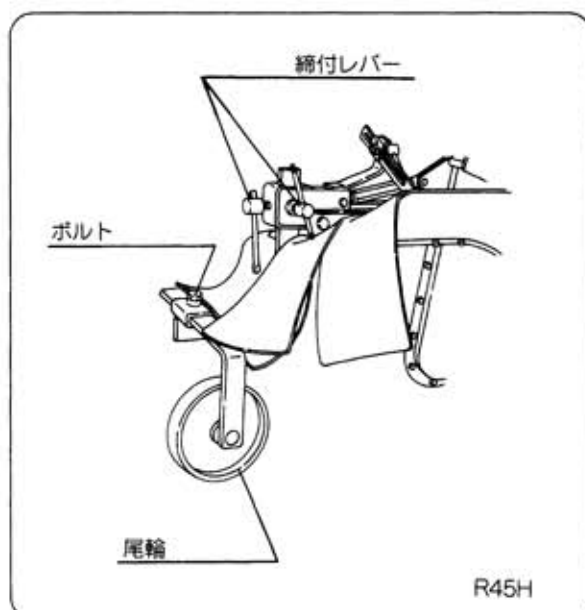

図22
5) 尾輪の取付け（図22）
- ① 尾輪をカルチソケットに差込みます。
- ② 締付レバー（2ヶ所）・ボルトで尾輪を締付けてください。
- ③ 作業の際は耕深とうねの巾に合わせて尾輪を調整してください。